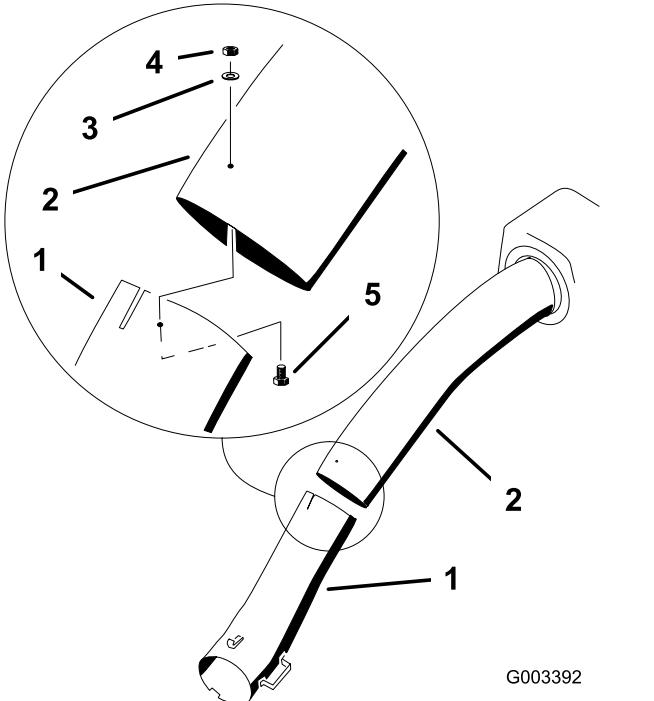

Figura 25
12. Una los tubos superior e inferior con 3 pernos (Nº 10 x $\frac{3}{4}$ "), 3 arandelas planas (7/32"), y 3 contratuerca (Nº 10), como se muestra en la Figura 25.